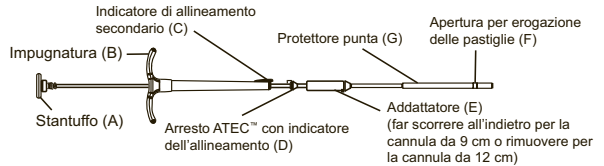

Figura 1
- mantenere gli indicatori (C e D nella Figura 1) correttamente allineati con la tacca del campione durante la distribuzione dei tamponi.
ISTRUZIONI PER L'USO (vedere la Figura 1)